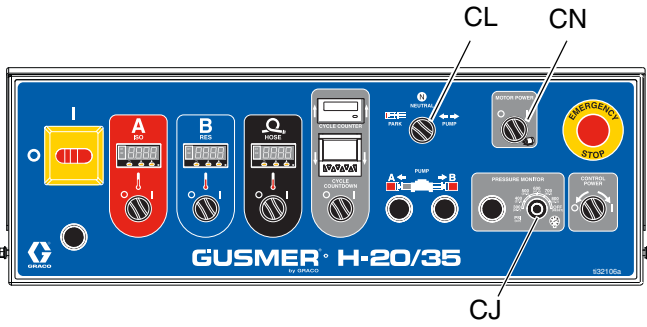

FIG. 39
9. Tourner le bouton de surveillance de la pression (CJ) sur OFF (Arrêt). Voir Fig. 39.
10. Lancer le moteur hydraulique en activant l'interrupteur d'alimentation du moteur (CN). Tourner l'interrupteur de commande (CL) de la pompe sur POMPE.